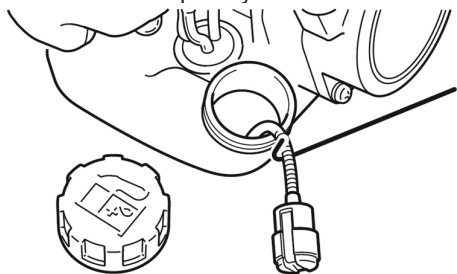

Рис. 16 Обслуживание топливного фильтра
- Зацепите крючком топливный шланг с фильтром и вытяните через заливную горловину (Рис. 16).